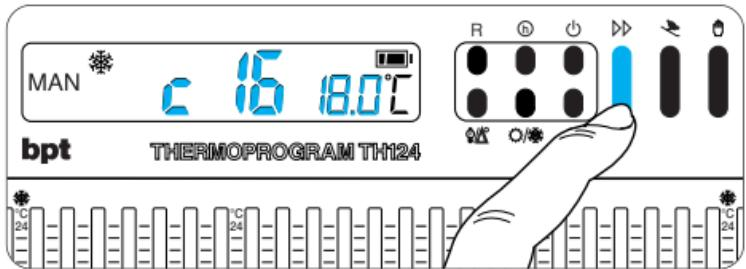

Fig. 37
11.2 - Premere il pulsante $\textcircled{D>}$ (fig. 37) per visualiz-